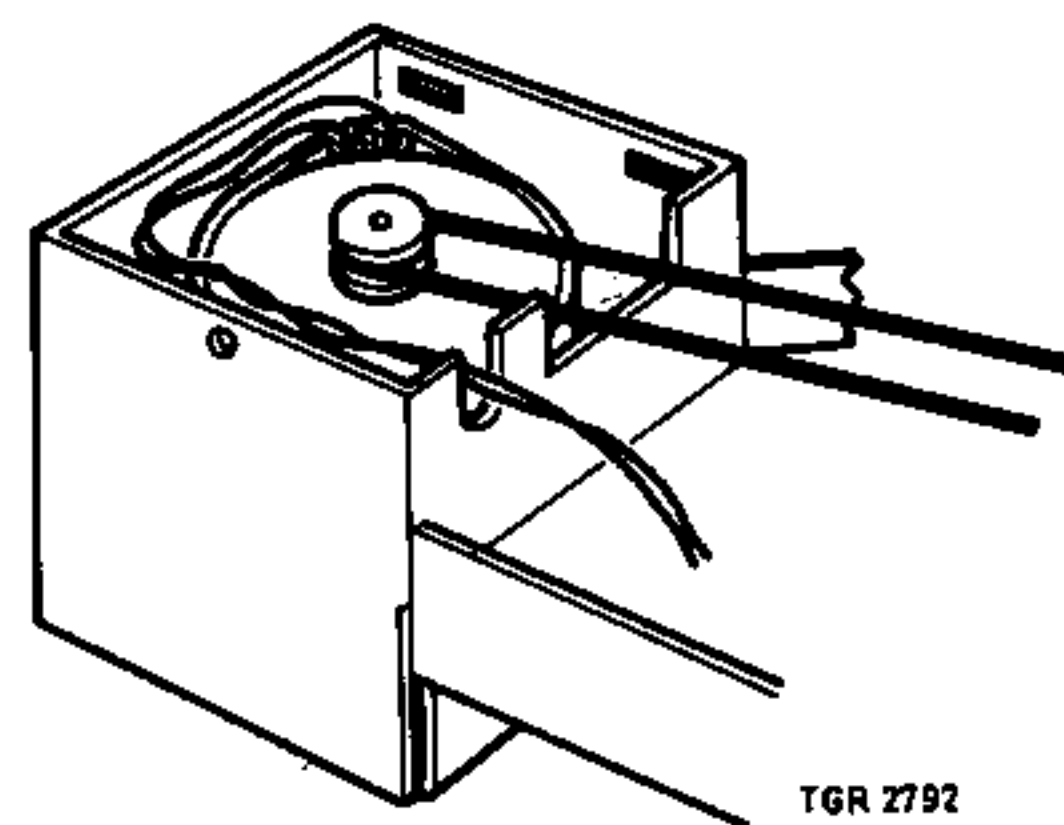

Fig. 8
- . To prevent interferences, the anti-interference beads should be slid as far as possible along the connecting wires of the motor and be placed in the correct corner of the motor housing (see Fig. 8).
- . Ter voorkoming van storing dienen de ontstookrallen zo ver mogelijk over de aansluitdraden van de motor te worden geschoven, en geplaatst in de juiste hoek van het motorhuis, zie fig. 8